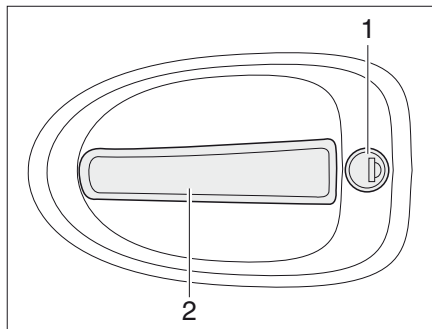

Bild 48 Dörrlås förardörr, utsida
- Stick in nyckeln i låscylindern (Bild 48,1) och vrid den ända tills dörrlåset har låsts upp.
- Drag i dörrhandtaget (Bild 48,2). Dörren är öppen.
- Stick in nyckeln i låscylindern (Bild 48,1) och vrid den ända tills dörrlåset har låsts.